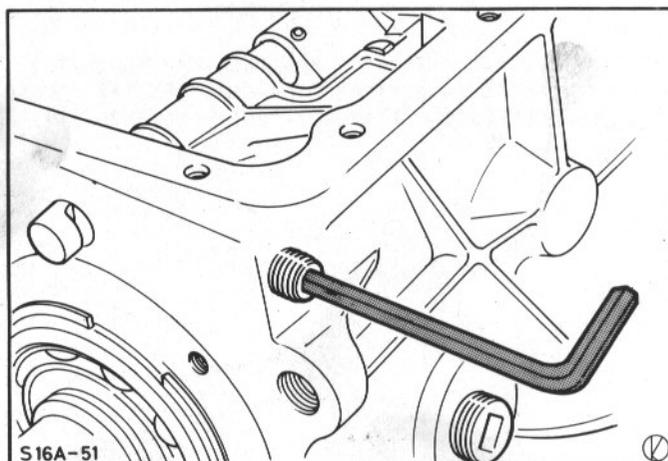

Abb.143 Arretierstift mit Feder einschrauben
53. Arretierstift mit Feder seitlich in das Getriebegehäuse einsetzen. Verschlusschraube der Schaltarretierung mit vorgeschriebener Dichtmasse (siehe Techn. Daten) festschrauben, Abb.143.